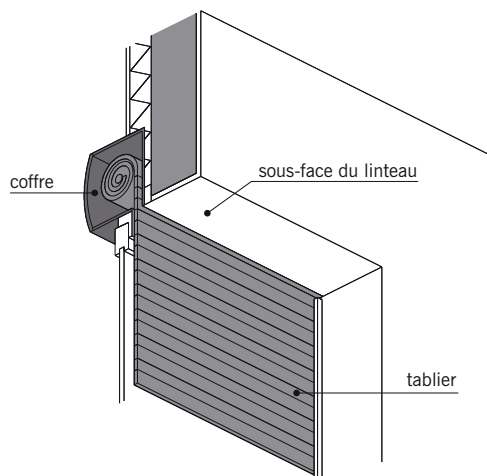

fig. 11.67
- Le coffre apparent intérieur, en bois, en PVC ou en tôle pliée (fig. 11.67).